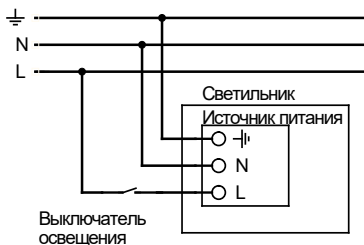

Рис.2. Схема подключения
- Подключить провода сети питания к клеммной колодке в соответствии с маркировкой (см.рис.2);